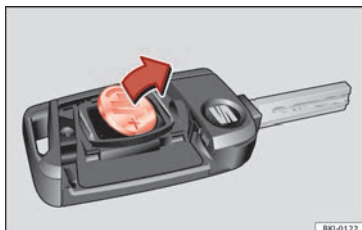

Fig. 138 Llave del vehículo: extracción de la pila.
- Extraiga la pila del compartimento con un objeto fino adecuado » » » fig. 138.
- Coloque la pila nueva tal como se muestra » » » fig. 138 y presiónela en el compartimento para la pila en sentido contrario a la flecha » » » ❷.